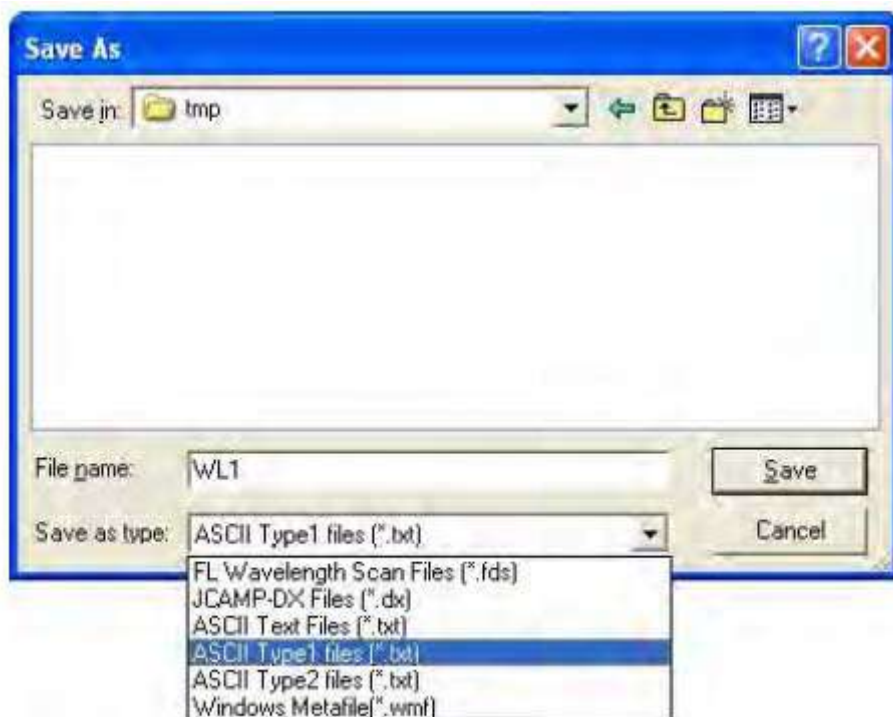

Рис. 7-47
- (1) Загрузите файл данных для преобразования и откройте окно обработки данных (смотрите главу 7.1)
- (2) Из меню «Файл» выберите команду «Сохранить как».
- (3) Откроется окно, показанное на рис. 7-47. В поле «Тип файла», выберите формат: